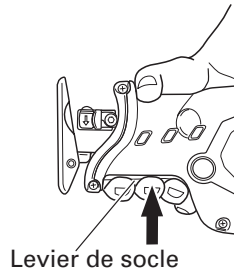

Fig. 14
- 3) La position du socle se règle en trois étapes. Déplacer le socle à intervalles d'environ 15 mm, vérifier la position où le socle s'accroche, et enfoncer le levier du socle avec les doigts. Le socle est solidement fixé lorsqu'un dé clic se fait entendre. (Fig. 14)